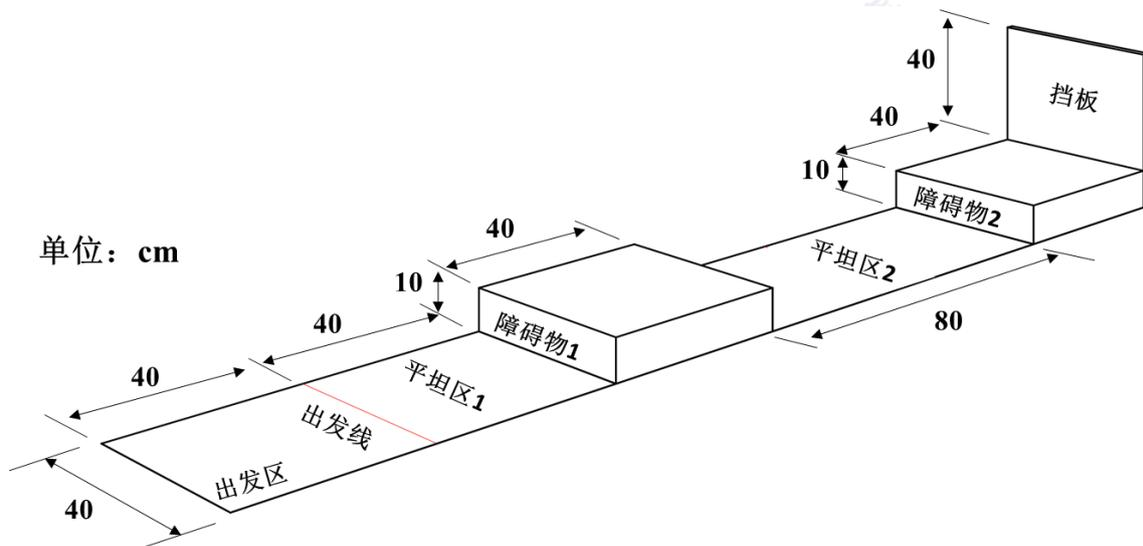

图1 初赛赛道立体示意图
1) 赛道包括出发区、平坦区1、障碍物1、平坦区2、障碍物2五部分，模拟月球或火星的地形地貌。赛道尺寸如图1所示：赛道宽度40cm；平坦区2长度为80cm，其他各段长度均为40cm；障碍物1和障碍物2的高度均为10cm。赛道末端设有竖直挡板，基于障碍物2上表面高40cm。